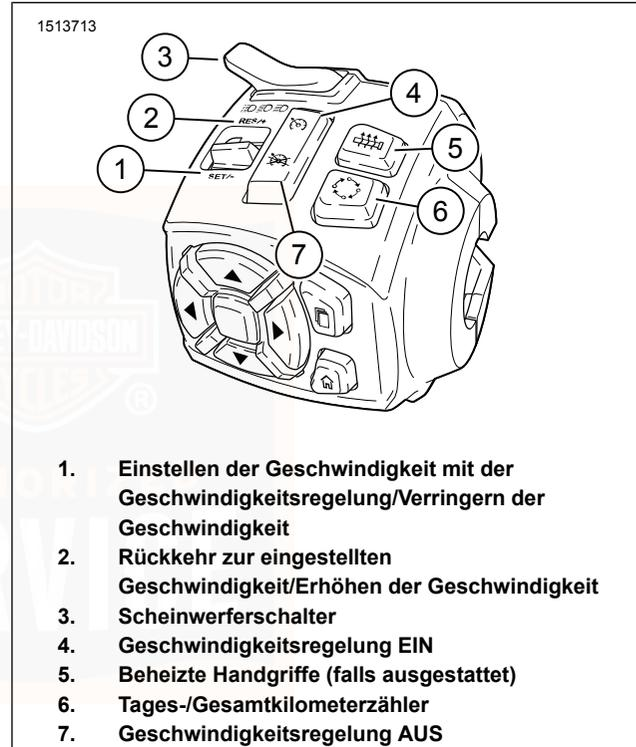

Abbildung 28. LHCM – oben
- **Lichthupe:** Siehe Abbildung 28. Wenn der Scheinwerferschalter (3) auf Abblendlichtposition steht, den Schalter herunterdrücken und loslassen, um die Lichthupe zu betätigen, bevor ein Fahrzeug überholt wird. Die Fernlichtanzeige am IM leuchtet, solange die Lichthupentaste betätigt wird. Im Nebenverbrauchermodus den Lichthupenschalter betätigen, um den Scheinwerfer einzuschalten.
- **Abblendlicht:** Siehe Abbildung 28. Den Scheinwerferschalter (3) von der Fernlichtposition aus nach unten drücken, um das Abblendlicht einzuschalten.
- **Fernlicht:** Siehe Abbildung 28. Den Scheinwerferschalter (3) nach oben drücken, um das Fernlicht einzuschalten. Das Aufleuchten der blauen Kontrollleuchte für Scheinwerfer-Fernlicht zeigt an, dass das Fernlicht betätigt ist.
Siehe Abbildung 28. Zum Einschalten die ON-Taste (4) an der Geschwindigkeitsregelung drücken. Das Symbol der Geschwindigkeitsregelung im IM wird gelb.
Siehe Abbildung 28. Zum Ausschalten die OFF-Taste (7) an der Geschwindigkeitsregelung drücken. Das Symbol der Geschwindigkeitsregelung im IM wird ausgeschaltet.
Siehe Abbildung 28. Wenn das Motorrad die gewünschte Geschwindigkeit erreicht hat, den Schalter **SET/-** (1) drücken, um die Reisegeschwindigkeit einzustellen. Das gelbe Symbol der Geschwindigkeitsregelung im IM wird grün.
Siehe Abbildung 28. Wenn die Geschwindigkeitsregelung deaktiviert wurde, die Geschwindigkeitsregelungs-Kontrollleuchte jedoch gelb leuchtet, wird durch Drücken des Schalters **RES/+** (2) die Geschwindigkeitsregelung wiederaufgenommen. Das Symbol
Siehe Abbildung 28. Die Taste (5) drücken, um die beheizten Handgriffe einzuschalten. Durch Antippen der Taste für die beheizten Handgriffe wird die Temperatureinstellung geändert.
Siehe Abbildung 28. Durch die Tageskilometerzählertaste (6) wird der Tageskilometerzähler aktiviert. Die Tageskilometerzählertaste wird auch zum Scrollen durch die optionalen Bildschirme der Kilometerzähleranzeige verwendet. Bei ausgeschalteter Zündung kann über die Tageskilometerzählertaste die Zeit- oder Kilometerzähleranzeige eingeschaltet werden.